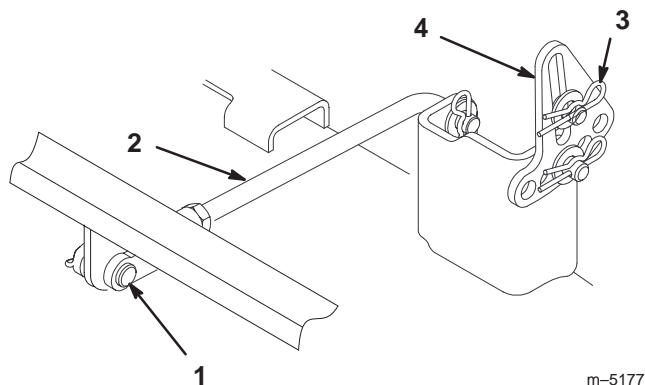

**Figure 46**
3. Enlevez la goupille fendue et l'axe de chape des tourillons avant (Fig. 46).
6. Fixez les tourillons à la machine à l'aide des axes de chape et des goupilles fendues (Fig. 46).